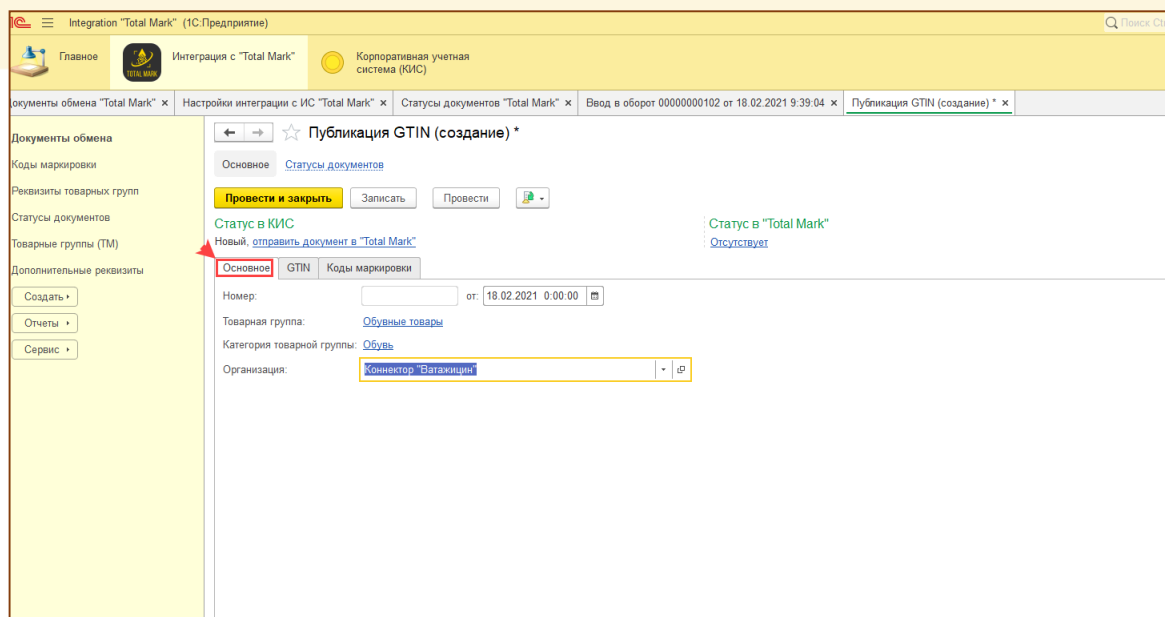

Рис. 6-3 - Публикация GTIN
- 2) На вкладке «Основное» заполнить Товарную группу, Категорию товарной группы и указать Организацию (Рис. 6-3);